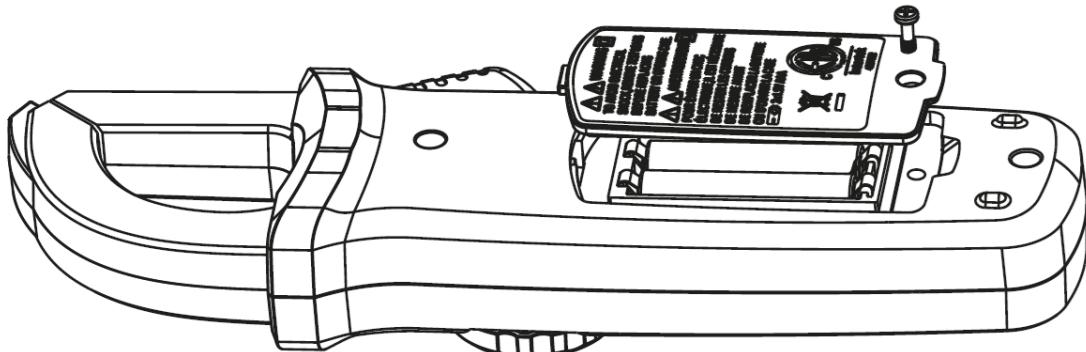

FIGURA 7
2. Substituição da Bateria (Figura 7)